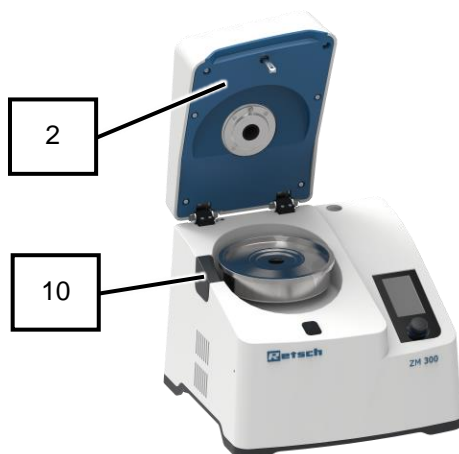

Abb. 46: Gerät mit Kassette und Mahlwerkzeugen
2. Gerätehaube (2) öffnen.
3. Gerät ausschalten, während die Gerätehaube (2) geöffnet ist.
→ Gerät ist ausgeschaltet und die Gerätehaube (2) geöffnet (Abb. 46).
4. Falls eingesetzt, Mahlwerkzeuge und Kassette (26) aus dem Innenraum (10) entnehmen (Abb. 46).
5. Gummimanschette (9), die die Öffnung für die Zyklon Kassette (26) ist, nach oben herausziehen (Abb. 46).